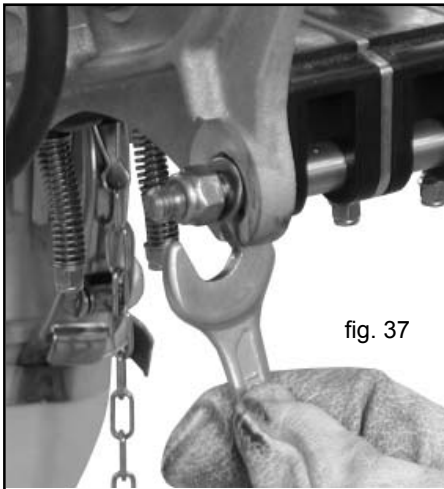

fig. 37
- 1) Zum Ausbau der Bodenklappe mit Schluessel 13mm die 4 Muttern der Achsen (vorne und hinten) (Abb. 37) soweit loesen.